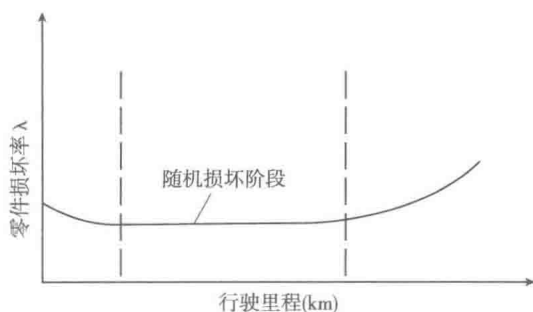

图 1-1 汽车技术状况变化规律
(1) 汽车技术状况: 定量测得的表征汽车某一时刻的外观和性能参数值的总和。
(2) 汽车技术状况变化的原因: 自然磨损、_____、_____、_____和偶然事故导致的零件损伤。
(3) 汽车技术状况变化的影响因素包括固有缺陷和使用条件。其中,使用条件的影响包括道路条件、运行条件、运输条件、_____、_____和驾驶技术的影响。
(4) 如图 1-1 所示,汽车技术状况变化规律可分为三个阶段,每个阶段的特点如下:
① 早期损坏阶段。损坏率是时间的减函数。技术状况的变化取决于零件设计质量、制造工艺水平和材料力学性质。
② 随机损坏阶段。_____
③ _____阶段。零件经过长期使用以后,损坏率是时间的增函数。在这个阶段,对汽车及时进行检查、维护和调整是延长汽车使用寿命的有效措施。
(5) 汽车零部件的常见耗损形式有: _____、_____、_____和 _____。